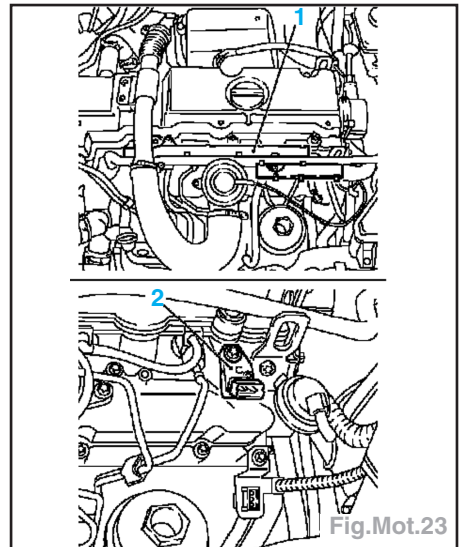

Fig.Mot.23
- Démontez la conduite de câble (1) du couvre-culasse et de la partie supérieure du collecteur d'admission et la déposer vers l'arrière.
- Déposer la sonde de pression de suralimentation (2) (Fig.Mot.23).